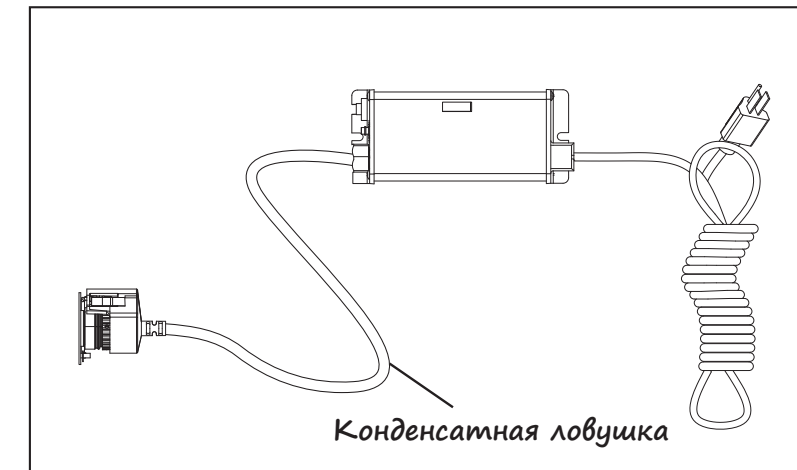

Рисунок 6 Конденсатная ловушка
- Контроллер следует установить над камерой или рядом с ней. Всегда устанавливайте контроллер в горизонтальном положении для предотвращения стекания влаги по шнурам, что может привести к угрозе возгорания. Настоятельно рекомендуется установить конденсатные ловушки на все шнуры, присоединенные к контроллеру. См. Рисунок 6.
- Установите контроллер VIQUA ICE в горизонтальном положении на стену рядом с камерой. В идеальном случае контроллер располагается над камерой и в стороне от подключения к водопроводу во избежание потенциального попадания воды на контроллер за счет протечки по месту подключения или образования конденсата в системе. Убедитесь, что вы сделали на лампе, датчике и шнуре питания запас для конденсатной ловушки, как показано на Рисунок 6, чтобы избежать попадания воды в контроллер.